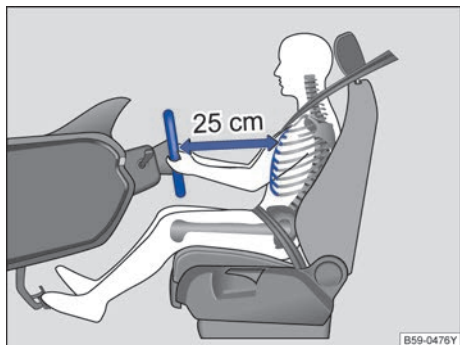

图 14 驾驶员与方向盘之间至少保持 25 cm 的距离
- 调节方向盘，使驾驶员胸部与方向盘之间至少保持 25 cm 的距离→ 图 14。